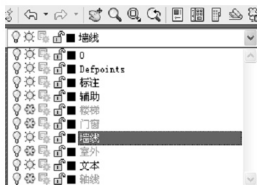
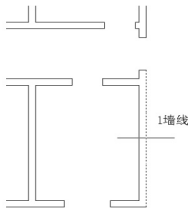

图 2.121 冻结部分图层
图 2.122 选择要编辑的 1 墙线
(1) 将【楼梯】、【门窗】、【室外】和【轴线】图层冻结, 如图 2.121 所示。
(2) 选择菜单栏中的【修改】|【对象】|【多段线】命令, 或在命令行输入“Pe”并按 Enter 键, 启动【多段线】编辑命令。
① 在选择多段线或[多条(M)]: 提示下, 选择如图 2.122 所示的 1 墙线, 此时该墙线变虚。